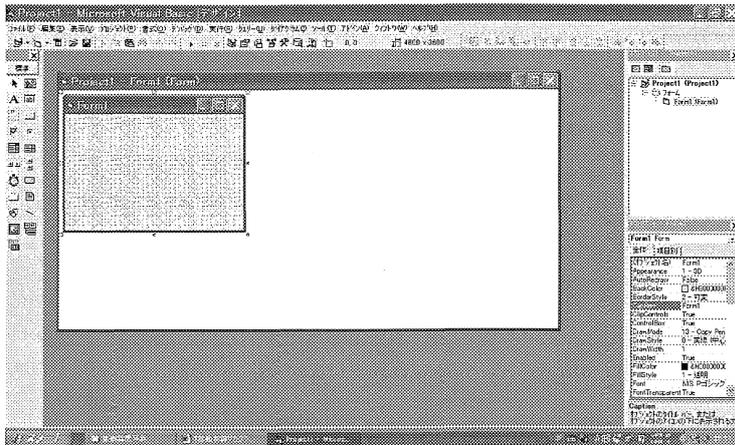

図 3.3 VisaulBasic の操作画面
- c. すると、図 3.3 に示すように、プロジェクトが作成できる。